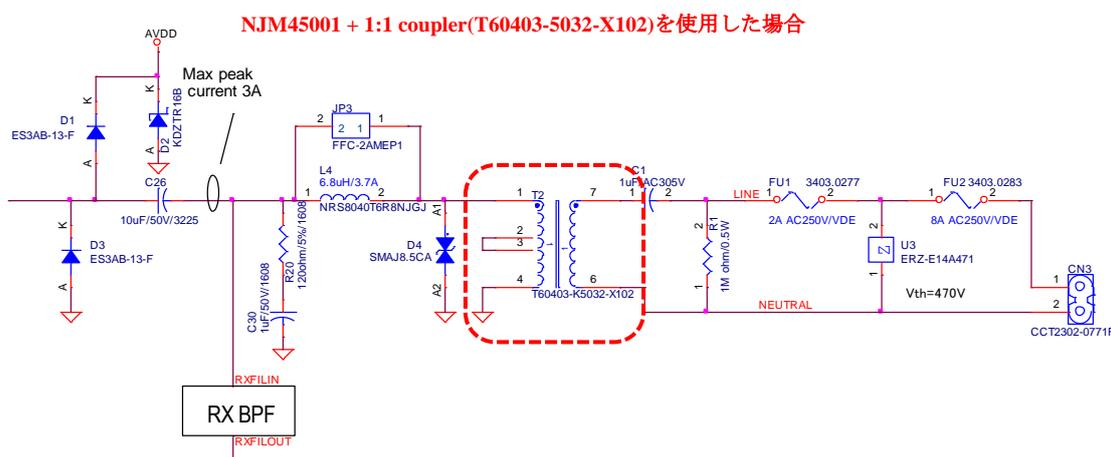
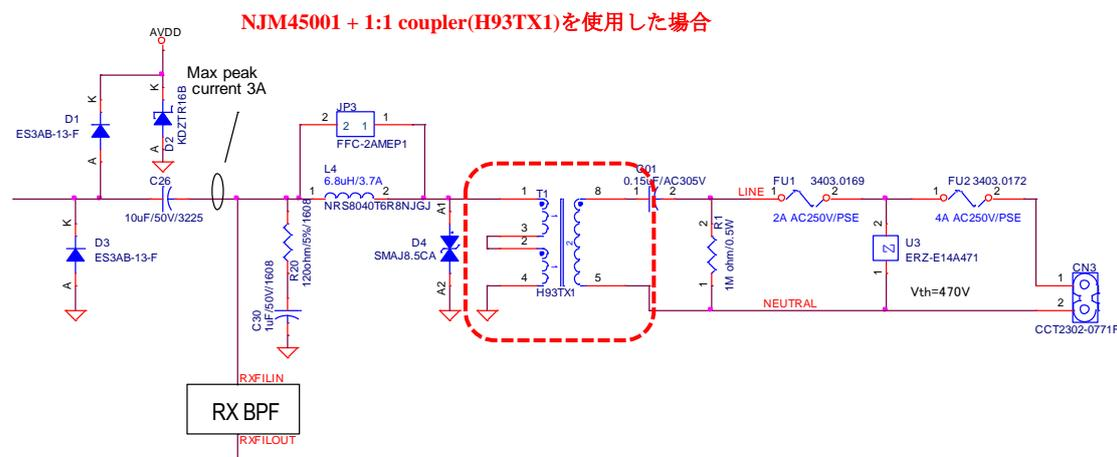

Figure 3-3 推奨 1:1 PLC coupler(T60403-5032-X102)の接続例 (CENELEC-A, FCC, Global 対応)
Figure 3-4 推奨 1:1 PLC coupler(H93TX1)の接続例 (ARIB 対応)
- 推奨の PLC Coupler は、T60403-5032-X102 になります。ARIB の場合には、H93TX1 も使用可能です。推奨 1:1 PLC coupler(T60403-5032-X102)の接続例 (CENELEC-A, FCC/ARIB, Global 対応) を Figure 3-3 に、推奨 1:1PLC coupler(H93TX1)の接続例 (ARIB 対応) を Figure 3-4 に示します。